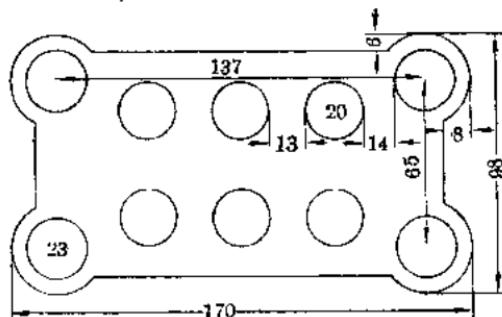

图 3
1. 活动横梁的上、下底 按图3在两张 170×95 [毫米]²卡片纸上画出四边形状和立柱孔位置，再在其中作为上底的一张纸上按图3及表格中有关数据画出立柱圆孔和工作缸活塞孔，然后用刀片刻出各圆孔和四边凹曲形状。立柱孔要修得稍大于 $\phi 20$ 毫米（约 $\phi 23$ 毫米），活塞孔修到略大于 $\phi 18$ 毫米（约 $\phi 20$ 毫米）以保证活动横梁在立柱上能自由滑动。
i. 上横梁底板 用 170×95 [毫米]² 木板按图 3 制上横梁底板，将立柱和工作缸活塞位置画出，并用钢丝锯锯出孔眼和边缘凹凸形状。